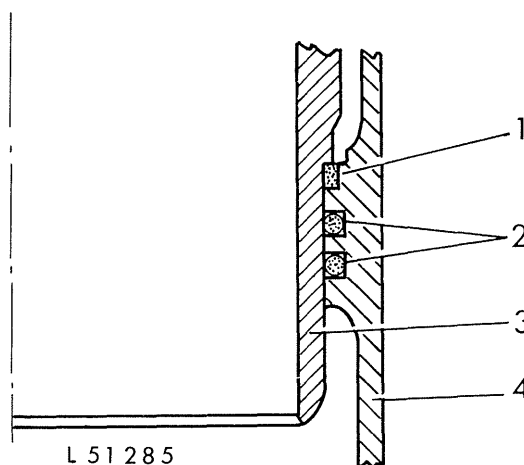

Fig. 6 -- Joints inférieurs de chemise
4. Glisser un joint 1 (fig. 6) neuf et enduit de savon mou avec précaution, jusqu'à ce qu'il repose sur l'épaule de la chemise. Veiller à ce que le joint ne soit ni vrillé ni endommagé. Veiller d'autre part, particulièrement en glissant le joint sur la chemise, à ce que la partie interne du joint se trouve bien à l'intérieur, c'est-à-dire sur la chemise.
5. Enduire de savon mou deux joints toriques 2 (fig. 6) neufs et les introduire dans les gorges du bloc-cylindres.